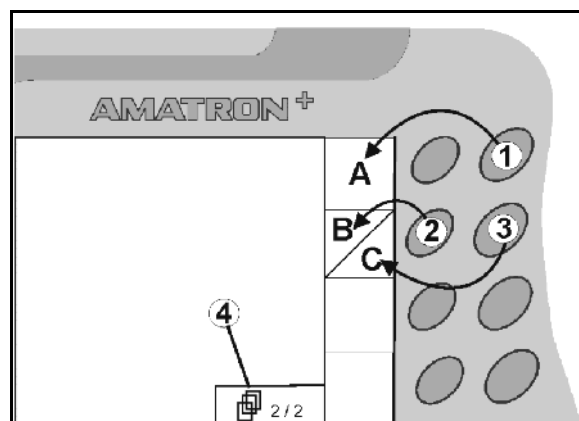

Fig. 7
- Hvis der vises kvadrattfelter på displayet, er kun den højre tast (Fig. 7/1) tildelt funktionsfeltet (Fig. 7/A).
- er den venstre tast (Fig. 7/2) tildelt funktionsfeltet foroven til venstre (Fig. 7/B).
- er den højre tast (Fig. 7/3) tildelt funktionsfeltet forned til højre (Fig. 7/C).
• Bladring til yderligere menublade (kun muligt, hvis symbolet (Fig. 7/4) vises i displayet)• • Indlæringsmenu multif.greb